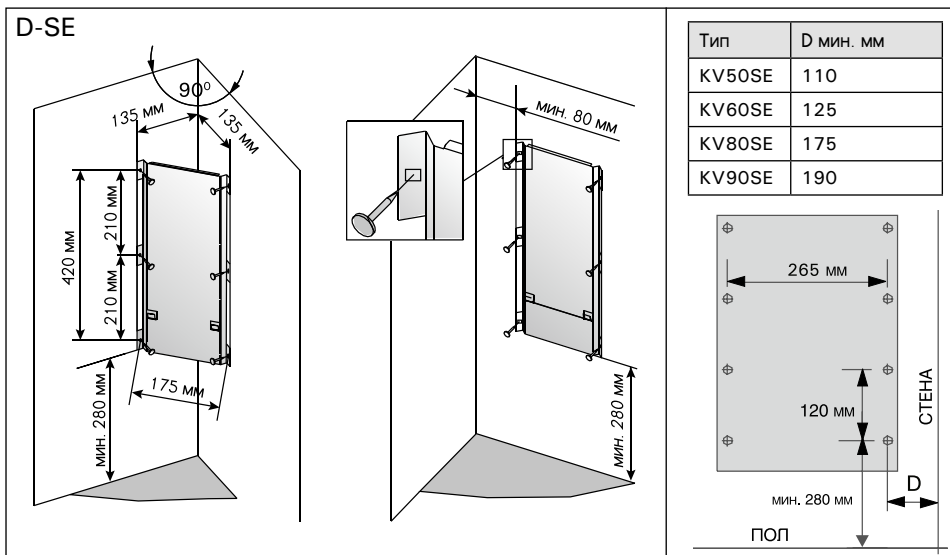

Рисунок 5. Установка крепежной рамы (D-SE, KV-SE)
кронштейна показаны на рис. 5.
1. С помощью прилагаемых шурупов прикрепите к стене монтажную раму, соблюдая минимальные расстояния, указанные в таблице 1 и на рис. 4. Установка рамы изображена на рис. 5.